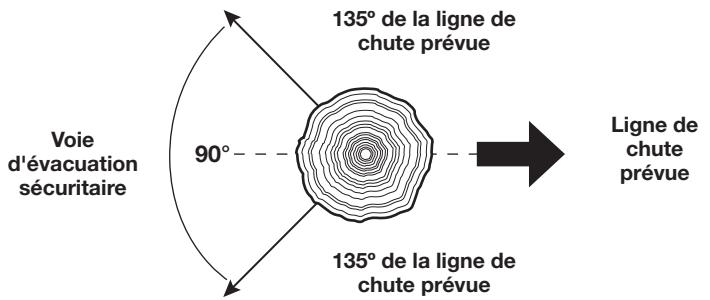

Fig. 7
- Déterminez une voie d'évacuation sûre et rapide. Dégagéz la zone autour de l'arbre et assurez-vous qu'il n'y ait aucun obstacle bloquant la voie d'évacuation. Mettez en place un corridor d'évacuation de 90°, à environ 135° de la ligne de chute (Fig. 7).